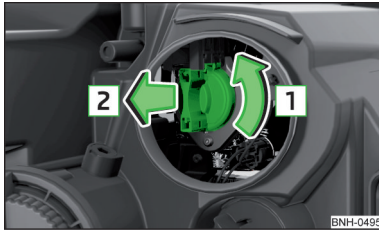

Abb. 190
- › Den Sockel bis zum Anschlag in Pfeilrichtung **1** drehen » Abb. 190.